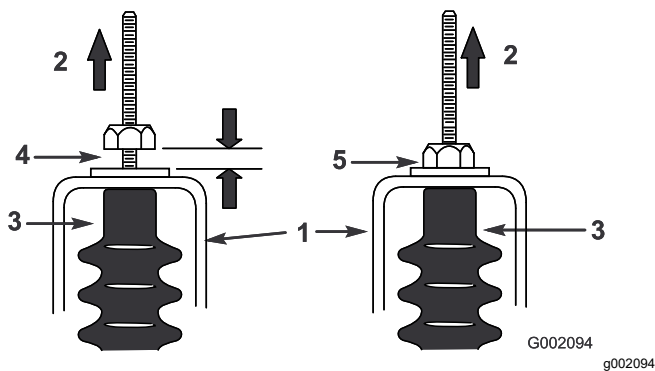

Figura 63
5. Puxe cada cabo de mudanças para se certificar de que existe folga de 0,76 a 1,52 mm entre a porca/anilha e o suporte neutro (Figura 63).